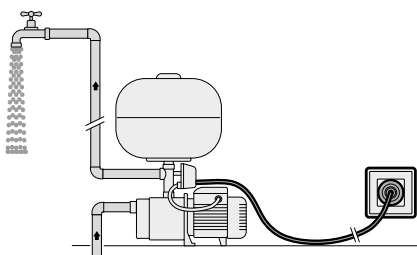

Abb. 1
- ✗ Die Elektropumpe mit geöffnetem Ausgabepunkt laufen lassen (**Abb. 1**).